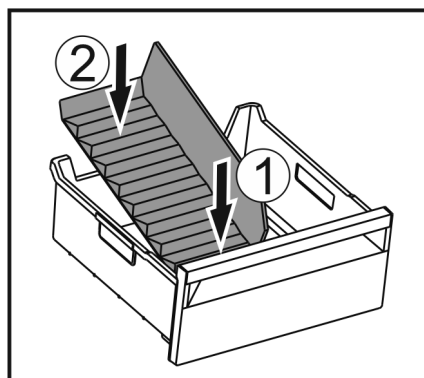

Fig. 232
- Inserire la parte anteriore del divisore dello scomparto del ghiaccio. Fig. 232 (1)
- Abbassare la parte posteriore del divisore dello scomparto del ghiaccio fino al fondo del cassetto. Fig. 232 (2)